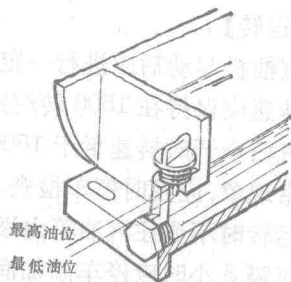

图 12 润滑油位
2. 加注润滑油(油位要求见图 12)。当环境温度在 0°C 以上时加 HQ-10 号汽油机润滑油;当环境温度在 0°C 以下时加 HQ-6 号汽油机润滑油。